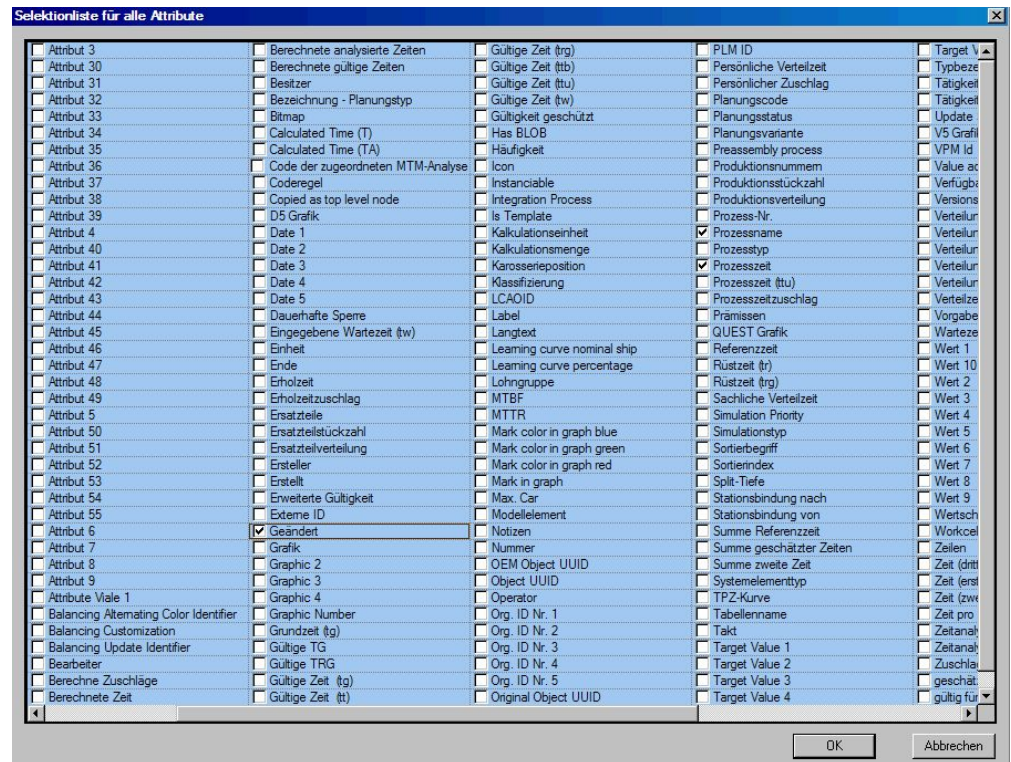

Abbildung 181: Fenster mit allen Attributen des Planungstypen
- Wählen Sie *Zeige Selektionsliste für alle Attribute...*, erhalten Sie alle existierenden Attribute des Planungstypen in einem Fenster angezeigt. Wählen Sie ein Attribut aus, wird es für das Profil eingeblendet. Siehe auch Abbildung 181.